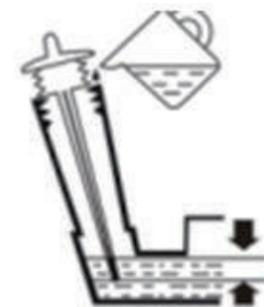

Рисунок 10
3. Уровень масла должен находиться между отметками ВЫСОКИЙ [HIGH] и НИЗКИЙ [LOW] (см. Рисунок 10).
4. При необходимости долить масло до отметки ПОЛНЫЙ [FULL] (см. Рисунок 10).